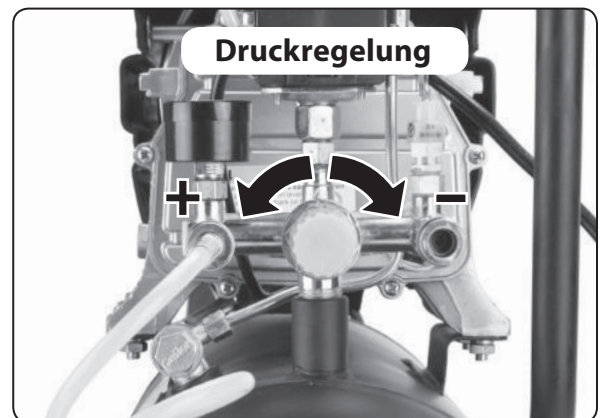
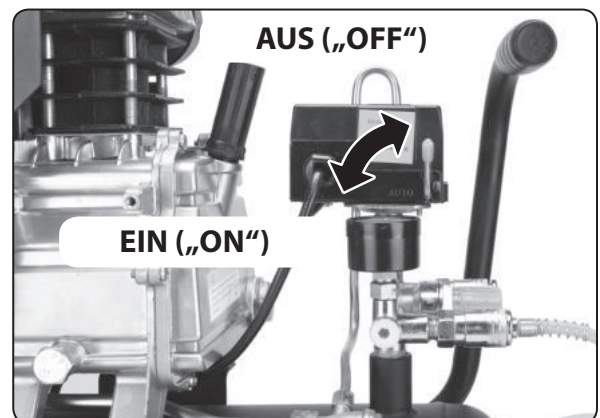

Abb. 6
Abb. 7
8) Drehen Sie mit dem Regelrad in Richtung des Symbols „-“ so, dass ein niedriger Druck eingestellt ist, siehe Abb. 6, dann schließen Sie den Kompressor an das Stromnetz an und schalten ihn durch Drehen vom Hebel in Pfeilrichtung gem. Abb. 7 ein.
9) Um den Kompressor auszuschalten, stellen Sie den Betriebsschalterhebel in die Position „OFF“ gem. Abb. 7, trennen Sie den Kompressor vom Stromnetz und machen Sie den Druckbehälter drucklos, indem Sie den Betriebsschalter des Druckluftwerkzeuges gedrückt halten, bis im System der atmosphärische Druck herrscht (verfolgen Sie dies am Manometer). Ggf. lassen Sie den Restdruck im Druckbehälter durch Ziehen am Stift des Überdruckventils ab.